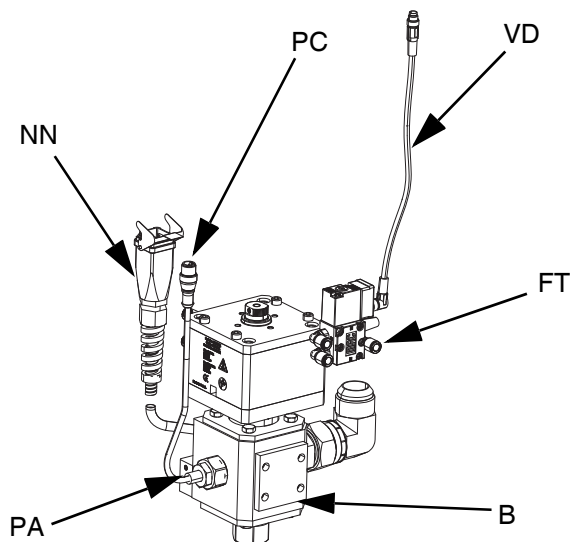

ABB. 24
9. Die Luftleitung (AR) (nicht enthalten) an das Luftfitting (FT) am Dosierventil-Magnetventil anschließen. Siehe Handbuch des Axial-Dosierventils, Anweisungen-Teile. Siehe ABB. 24.
- a. Das Magnetventilkabel (VC) an das 4-polige M8-Ende des Verteilerkabels am Anschluss 4 des elektrischen Antriebs (AB) anschließen. Siehe **Kommunikationsanschlüsse des elektrischen Antriebs** für Einzel-Rams auf Seite 16. Siehe ABB. 24.
- b. Das 90-Grad-Ende des mitgelieferten 4-poligen M8-Kabels (VD) an das Dosierventil und das gerade Ende des Magnetventilkabels an (VC) anschließen. Siehe ABB. 24.
- a. Das Dosierventil-Magnetventilkabel an den Tandem-Dosierventil-Magnetventilanschluss (YY) des Tandemblocks (R) anschließen.
- b. Das 90-Grad-Ende des mitgelieferten 4-poligen M8-Kabels (15N040) an das Dosierventil und das gerade Ende des Magnetventilkabels an (VC) anschließen. Siehe ABB. 24.
- c. Ein Steckerende des 4-poligen M8-Verteilers (TT) am Tandemblock (R) an das 4-polige M8-Ende des Verteilerkabels anschließen, das an Anschluss 4 am elektrischen Antrieb (AB) für Ram 1 und Ram 2 angeschlossen ist. Siehe **Kommunikationsanschlüsse des elektrischen Antriebs** für **Tandem-Rams** auf Seite 17.